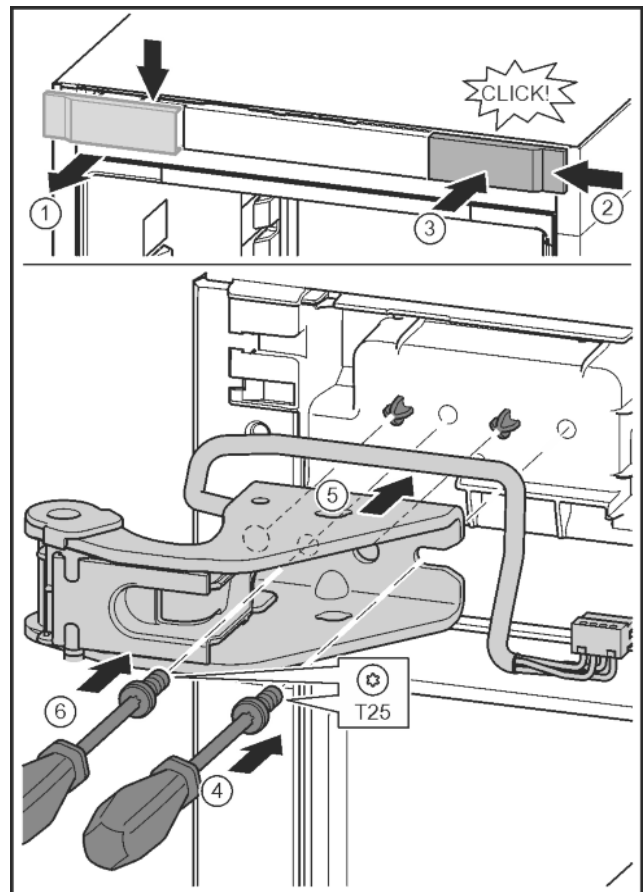

Fig. 27
- ▶ Libérer le cache et le retirer latéralement. Fig. 27 (1)
- ▶ Accrocher le cache tourné de 180° de l'autre côté à droite. Fig. 27 (2)
- ▶ Enfoncer le cache. Fig. 27 (3)
- ▶ Mettre en place la vis avec un tournevis T25. Fig. 27 (4)
- ▶ Mettre en place le support de palier supérieur. Fig. 27 (5)
- ▶ Serrer la vis. Fig. 27 (4)
- ▶ Mettre en place la vis avec un tournevis T25 et la serrer. Fig. 27 (6)